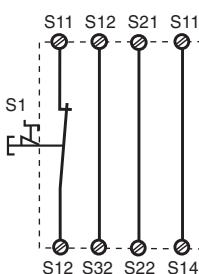
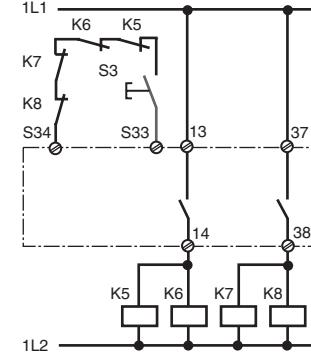

Fig. 2: Eingangskreis einkanalig, autom. Start/Single-channel input circuit, automatic reset/Commande par 1 canal, validation automatique
Fig. 10: wie Fig. 9 mit überwachtem Start/connection for contactors/relays and monitored reset/comme Fig. 9 avec surveillance du poussoir de validation
In Fig. 2 ... Fig. 10 sind Anschlussbeispiele für NOT-AUS-Beschaltung mit automatischem und überwachtem Start, Schutztürsteuerungen sowie Kontaktvervielfachung durch externe Schütze.
- Fig. 2 und 7: **keine** Verbindung S33-S34. Beachten Sie: Das Gerät startet bei Spannungsausfall und -wiederkehr automatisch. Verhindern Sie einen unerwarteten Wiederanlauf durch externe Schaltungsmaßnahmen.
In Fig. 2 ... Fig. 10 are connection examples for Emergency Stop wiring with automatic and monitored reset. Safety gate controls as well as contact expansion via external contactors.
- Fig. 2 and 7: S33-S34 **not** connected. Please note: the device starts automatically after loss of power. You should prevent an unintended start-up by using external circuitry measures.
Les figures 2 à 10 représentent les différents câblages possibles du PNOZ XV1P à savoir : poussoir AU avec réarmement automatique ou auto-contrôle, interrupteurs de position et augmentation du nombre des contacts de sécurité par contacteurs externes.
- Fig. 2 et 7: **pas** de câblage sur S33-S34. L'appareil se réarme automatiquement après une coupure et une remise sous tension. Evitez tout risque de redémarrage par un câblage externe approprié.